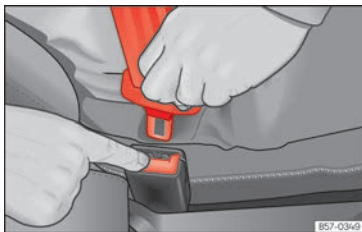

Abb. 22 Schlosszunge vom Gurtschloss lösen.
- Rote Taste im Gurtschloss drücken >>> **(Abb. 22)**. Die Schlosszunge springt heraus.